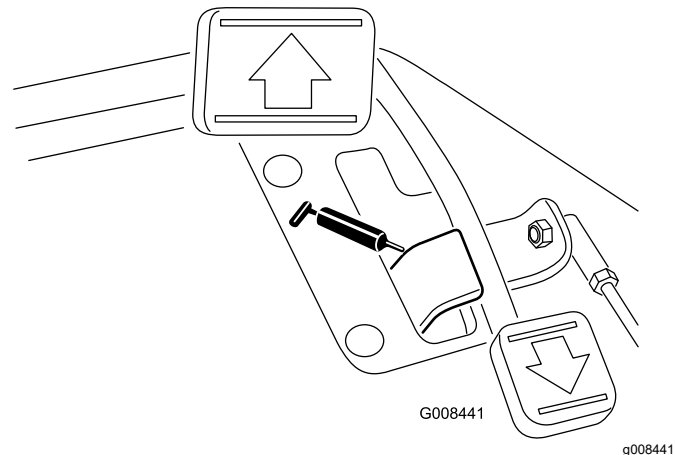

Figura 28
- Pivote del pedal de tracción (1) (Figura 28)